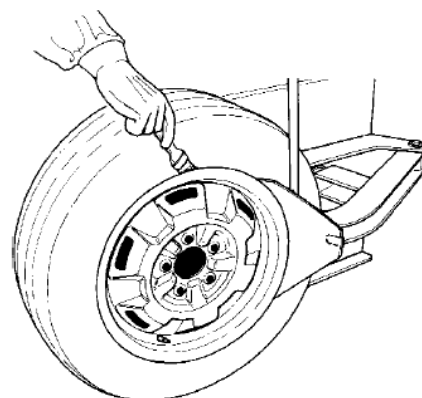

Figura 11
- Lubrifique os talões e inicie descolando o talão externo, começando pelo lado oposto à posição da válvula, sempre lubrificando o talão e o aro com lubrificante para pneus (Figura 11). Repita o procedimento para o talão interno;